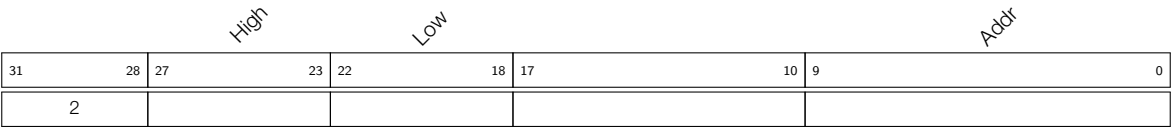

图 26-23. 指令类型 - REG\_RD
**Operand**    **描述** - 见图 26-23